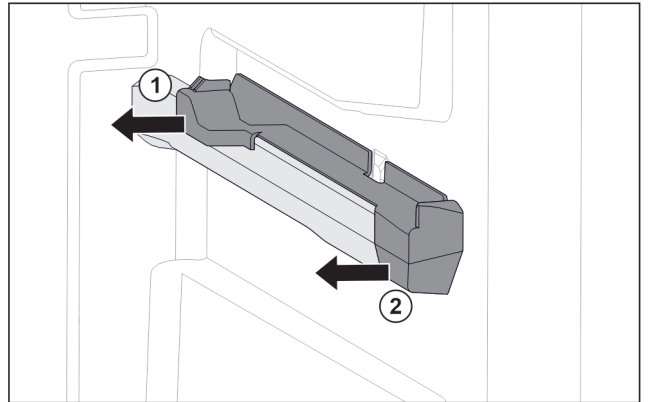

Fig. 125 右侧容器肋梁上的插装件
- ▶ 将插装件后部拉到一侧。 Fig. 125 (1)
- ▶ 将插装件前部拉到一侧。 Fig. 125 (2)